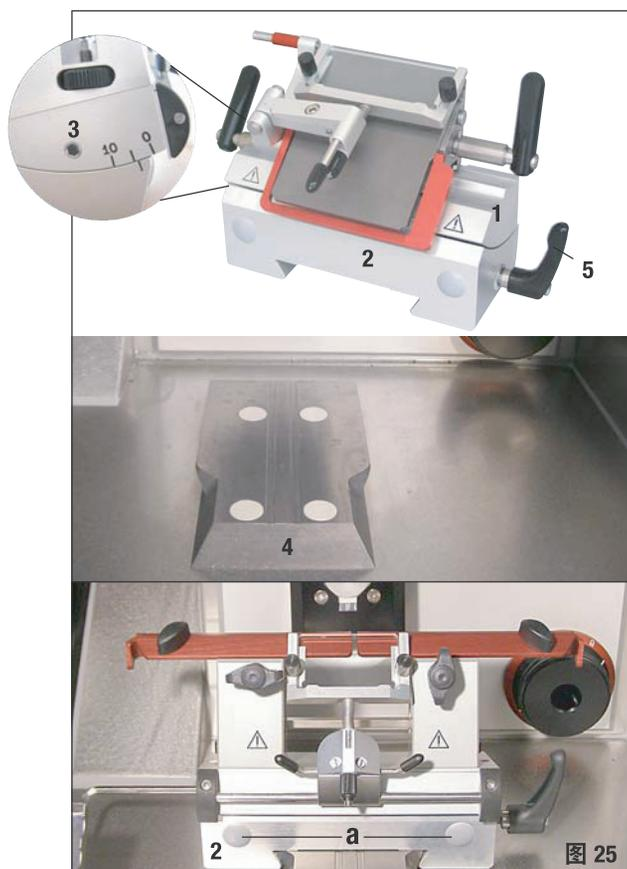

图 25
- 将切片刀或刀片架 (1, 图 25) 放在底座 (2) 上, 将间隙角 (在切片刀 / 刀片架左边) 调至 2° - 5° 左右, 并用 4 号 Allen 六角扳手固定在底座 (2) 的孔 (3) 中。
- 将刀架底座 (2) 从正面推入燕尾导轨, 用紧固锁杆 (5) 紧固。若要移动底座, 只能稍稍打开紧固锁杆, 以防意外滑向样品头。
- 若紧固距离不够, 则紧固锁杆 (5) 可移动。为此, 将锁杆拉出, 并移至下一位置。